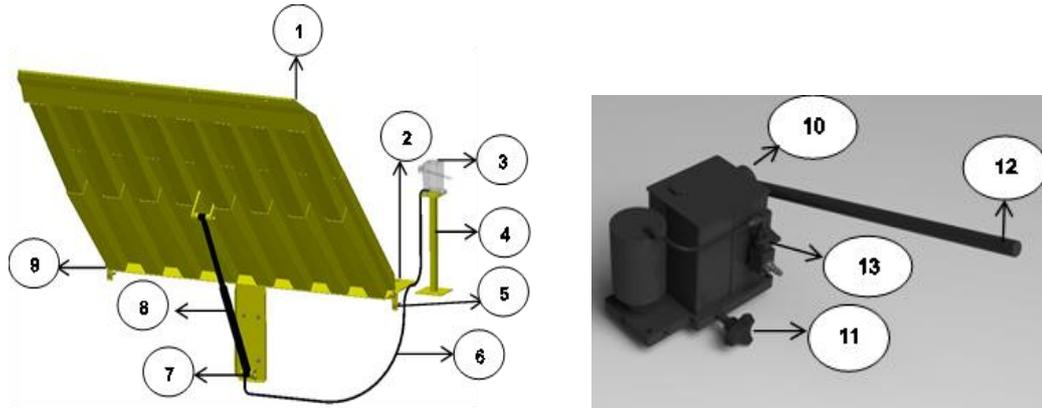

Figura 11: Plataforma niveladora de doca avançada hidráulico pneumática.
Após a montagem do cilindro, deve-se montar o suporte da unidade hidráulica (item 4 da Figura 11) fixando-o ao piso utilizando os chumbadores tipo PBA. Observar a distância máxima de instalação não excedendo o comprimento máximo da mangueira.